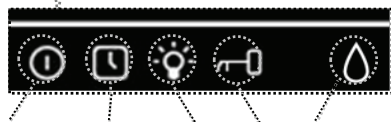

Рис. 10.
5. Строка статуса (Рис. 10) – показывает статус функций (см. 12, 13, 14, 15 и 16)